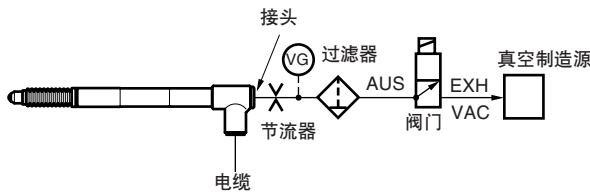

图 1. 气压线路
- 经由气动安装口，利用真空泵等进行测定元件操作时，使用图 1 所示的气压线路构成可以实现空气驱动。适宜的真空压力为 40~66.7 kPa 左右。另外，为了控制抽排气速度，请按图 2 所示在专用管先端安装节流器。